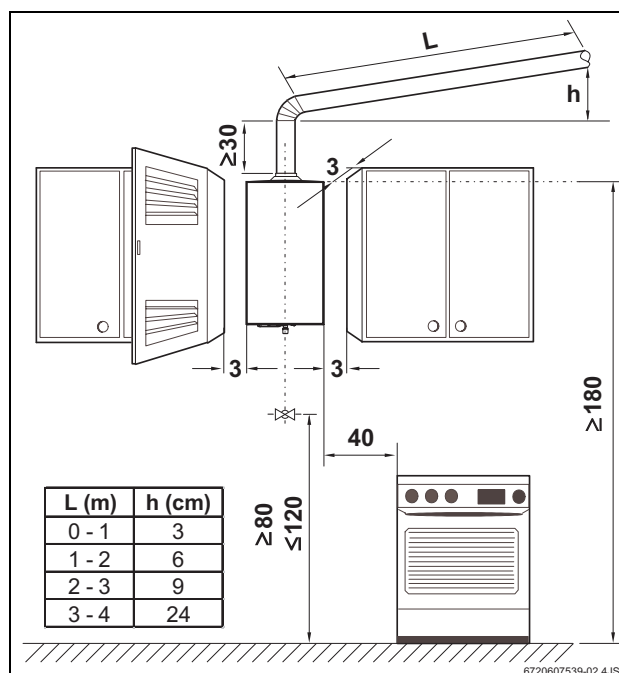

Fig. 3 Distanze minime
- Attenersi scrupolosamente a leggi e normative vigenti (UNI-CIG 7129, UNI-CIG 7131) e ad eventuali disposizioni locali riguardanti l'installazione di apparecchiature a gas e l'evacuazione dei gas combustibili. Misure d'installazione, vedi Fig. 3.
- Rispettare le distanze minime d'installazione (vedere Fig. 3).